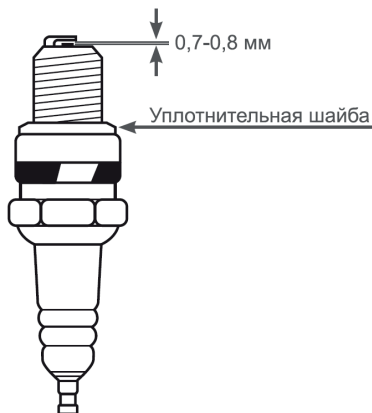

Рис. 29. Обслуживание свечи зажигания
4. Измерьте зазор между электродами свечи зажигания специальным щупом. Зазор должен быть 0,7-0,8 мм, см. Рис.29. При увеличении, или уменьшении требуемого зазора, рекомендуется заменить свечу, так как регулировка зазора может привести к изменению качества искрообразования.
При установке новой свечи зажигания для обеспечения требуемой затяжки, заверните свечу ключом на 1/2 оборота после посадки буртика свечи на уплотнительную шайбу. При установке бывшей в эксплуатации свечи зажигания, для обеспечения требуемой затяжки заверните свечу ключом на 1/4- 1/8 часть оборота после посадки буртика свечи на уплотнительную шайбу (Рис.29).